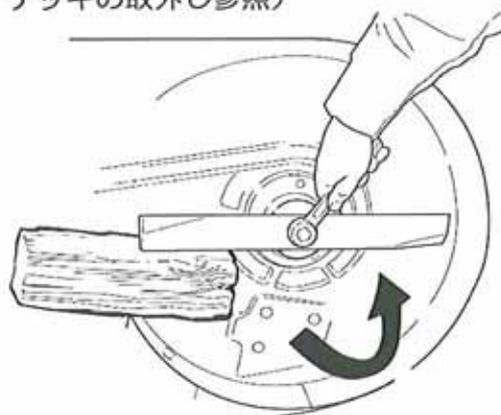

図25
2. ウッドブロックを使って、ブレードの回転を押さえて、ボルトもしくは、ナットを緩めてください。（図25）